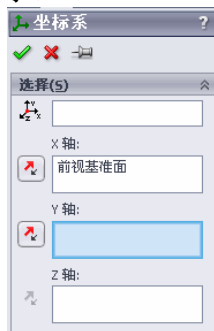

图 7-2 “坐标系”对话框
① 单击参考几何体工具栏上的坐标系按钮  或选择“插入”→“参考几何体”→“坐标系”命令。
② 在出现的“坐标系”PropertyManager 中单击  图标右侧的“原点”显示框。然后在零件或装配体中选择一个点或系统默认的原点。实体的名称会显示在“原点”显示框中。
③ 在 X、Y、Z 轴的显示框中单击，然后选定以下实体作为所选轴的方向，此时所选的项目在对应的方框中显示，如图 7-2 所示。